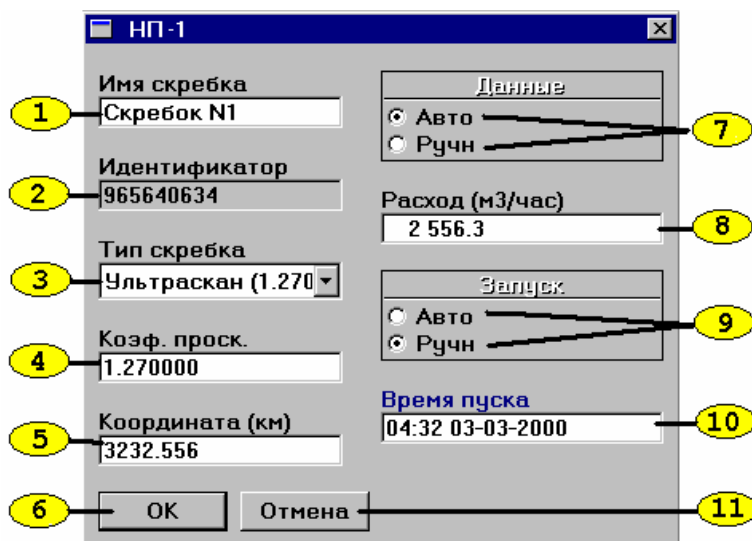
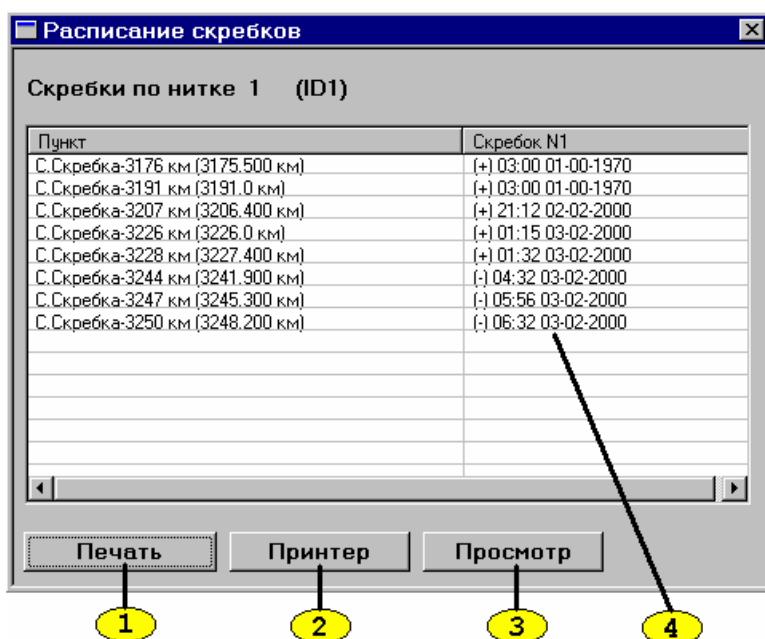

Рисунок 4.4.5.
Рисунок 4.4.6.
- (1)– кнопка пуска нового скребка;
- (2)– кнопка удаления из расчета скребка;
- (3)– кнопка вызова окна “Расписание движения скребков”;
- (4)– кнопка вызова служебной информации (только системный доступ);
- (5)– кнопка закрытия окна;
- (6)– строка параметров скребка (до 7 штук одновременно).
Кнопка “Пуск” (1) служит для вызова формуляра вновь вводимого скребка (Рис.4.4.5). Кнопка “Удалить” (2) обеспечивает удаление выделенного в списке (6) скребка из расчета. Кнопка “Расписание” открывает окно “Расписание скребков” (Рис.4.4.6), в котором отображается ожидаемое время прибытия и фактическое время прохождения КП для всех скребков. Двукратное нажатие на левую кнопку мыши в области строки параметров скребка (6) также приводит к вызову формуляра выделенного скребка (Рис.4.4.5), что может быть необходимо для коррекции его параметров в процессе работы.